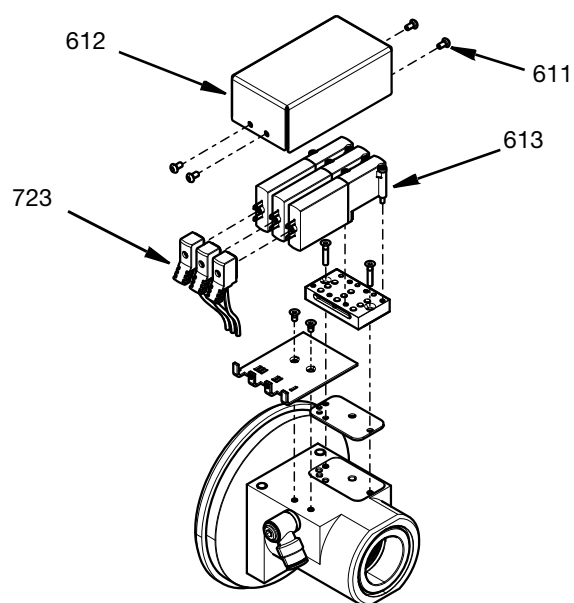

FIG. 20
12. Dostęp do zaworów elektromagnetycznych i kolektora można uzyskać po zdjęciu pokrywy (612) i odkręceniu czterech śrub M3 (611). Złącza kablowe (723) mogą zostać odłączone, a zawory elektromagnetyczne (613) mogą być wyjęte za pomocą dołączonych śrub. Patrz FIG. 20.